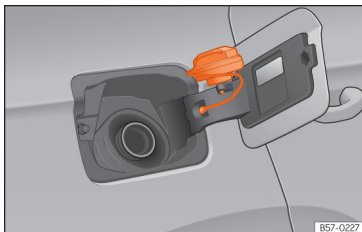

Fig. 205 Tampa do depósito com o tampão encaixado.
- Coloque-a no espaço existente na dobradiça da tampa aberta »» Fig. 205.